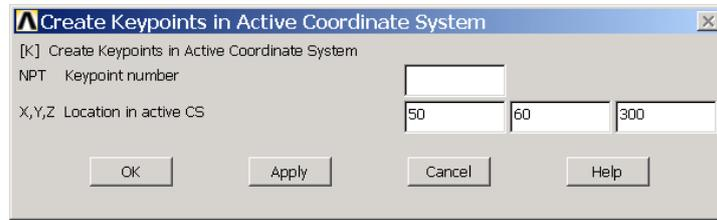

图2.4 用柱坐标系创建关键点
(1) 复制光盘目录“\ch02\ex1\”中的文件到工作目录，启动 ANSYS，单击工具栏上的  按钮打开数据库文件“ex1.db”。
(2) 单击 **【Utility Menu】|【Workplane】|【Change active CS to】|【Global Cylindrical】** 菜单，设置当前活动坐标系为全局柱坐标系。
(3) 单击 **Main Menu>Preprocessor>Modeling>Create>Keypoints>In Active CS** 菜单，这时弹出 **【Create Keypoints in Active Coordinate System】** 对话框，如图 2.4 所示。